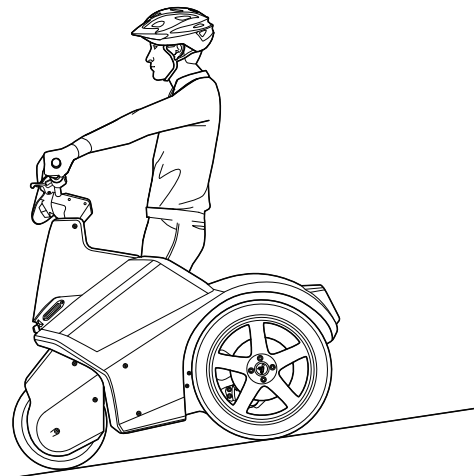

Ilustración 33: inclinarse ligeramente hacia atrás al bajar
- Inclínese ligeramente hacia atrás al bajar (**ilustración 33**).